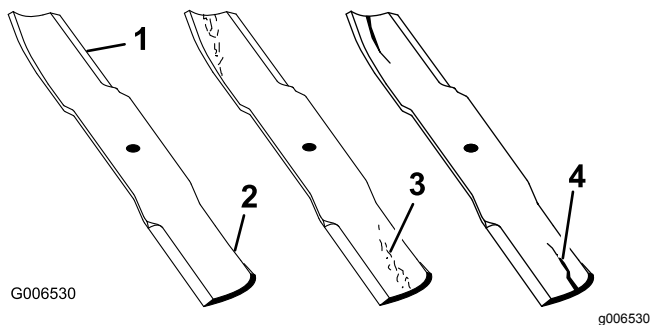

Figure 79
1. Examinez le tranchant des lames (Figure 79).
4. Remplacez immédiatement toute lame fendue, usée ou qui présente une entaille (Figure 79).